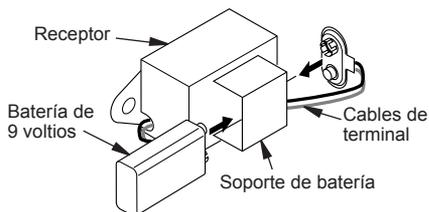

Figura 21 - Colocación de la batería al receptor
2. Localice el soporte de la batería que se encuentra en la parte posterior del receptor (consulte la figura 21).
4. Conecte las terminales de cableado a la batería (consulte la figura 21).